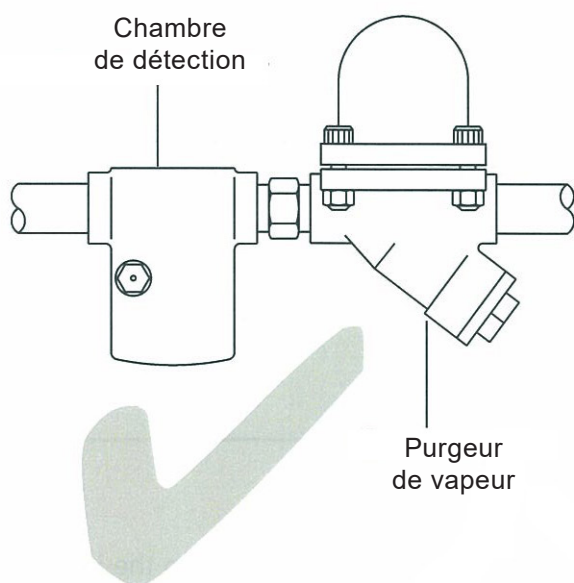

Fig. 2 Installation correcte
- 3.4** Installer la chambre directement en amont du purgeur de vapeur, sur une tuyauterie horizontale avec le bouchon de purge situé vers le bas. S'assurer que le sens d'écoulement du fluide correspond à la flèche de coulée sur le corps (voir la Fig. 2).
- 4.1** S'assurer que la chambre a été correctement installée (voir Fig. 2, page 7).